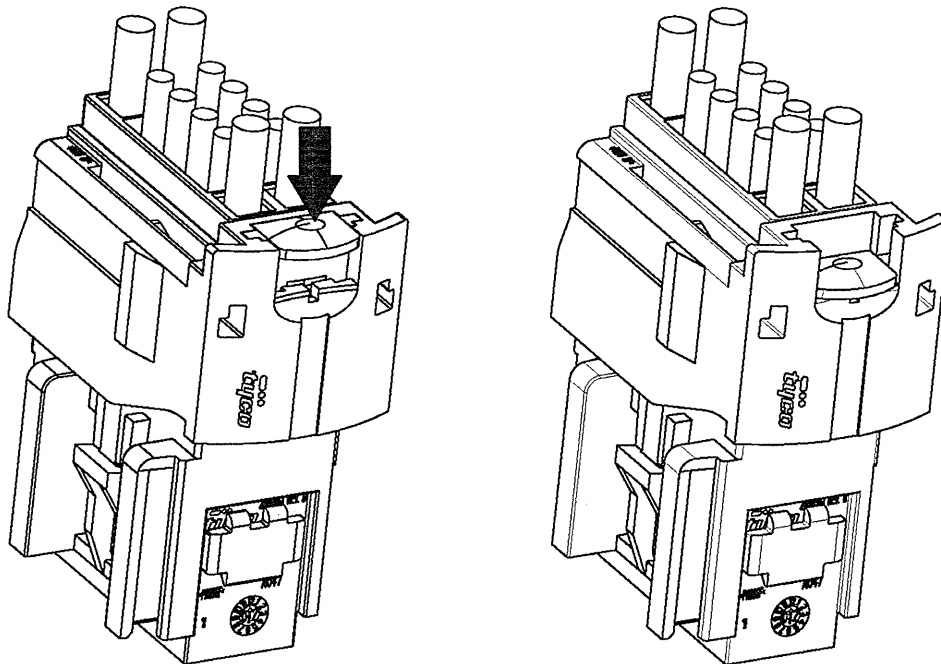

Fig.9
- 3) close the connector position assurance (CPA) by pushing until its reaches the close position (Fig.9)
- 3) Chiudere il dispositivo C.P.A. spingendo sino a farlo raggiungere la posizione di stop (Fig. 9)